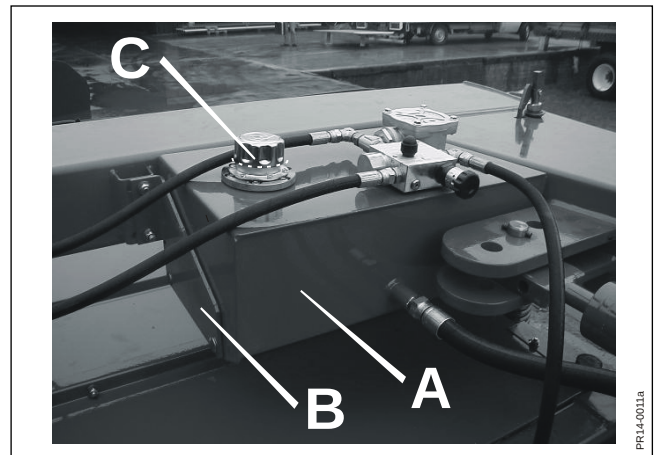

Fig. 4-3
- Fig. 4-3 Olietanken **A** monteres på hjulrammen opad trækkonsollen i den påboltede konsol **B**.
- Fig. 4-3 Når hydrauliksystemet er samlet, skal olien påfyldes ved påfyldningsfilter **C**.